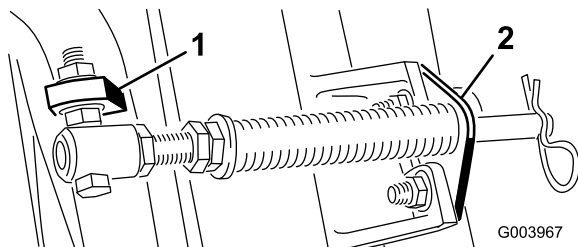
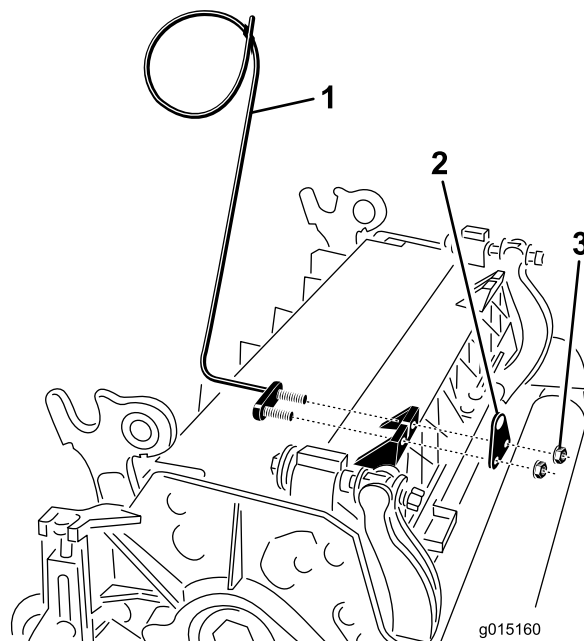

Figure 6
Figure 8
C. Montez le boulon du tube de ressort sur la patte opposée du bâti porteur et fixez-le en position avec l'écrou à embase. La tête du boulon doit être à l'extérieur de la patte, comme montré à la Figure 6.
- D. Montez le support de tige sur les pattes du tablier de coupe à l'aide des boulons de carrosserie et des écrous (Figure 6). Toujours sur le tablier de coupe, montez le guide de flexible gauche devant les pattes du tablier quand vous remontez le support de tige (Figure 8).